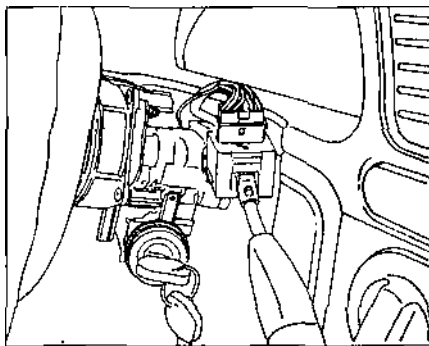

Рис. 6.26.
- снять переключатель стеклоочистителя, нажав с обеих его сторон на фиксаторы (рис. 6.26). Отсоединить все провода от этого переключателя.